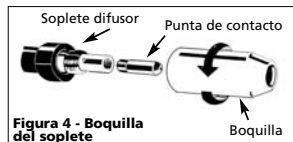

Figura 4 - Boquilla del soplete
de las agujas del reloj mientras la empuja hacia el soplete (Ver Figura 4). Corte el cable aproximadamente 1/4 de pulgada del extremo de la boquilla.
- Retire la boquilla girando en contrario el sentido de las agujas del reloj. Luego desenrosque la punta de contacto del extremo del soplete soldador (Ver Figura 4). Enchufe la soldadora en un receptáculo de suministro de energía correcto.